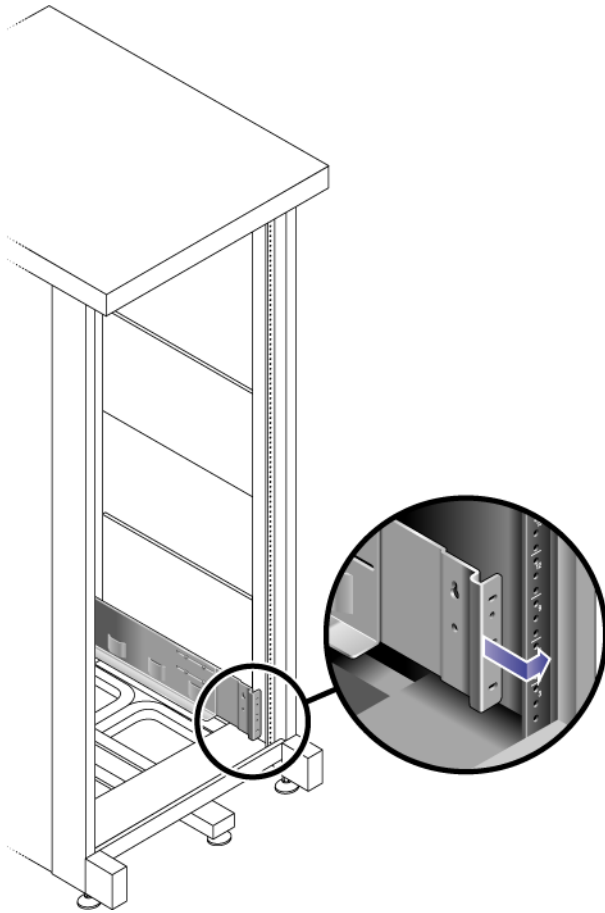

FIGURA 2-4 Ajuste de la longitud de la guía izquierda en la parte posterior del armario
4. En la parte posterior del armario, ajuste la longitud de cada guía para adaptarla a la del armario y coloque la lengüeta de la guía sobre el frontal de la guía del armario (FIGURA 2-4).